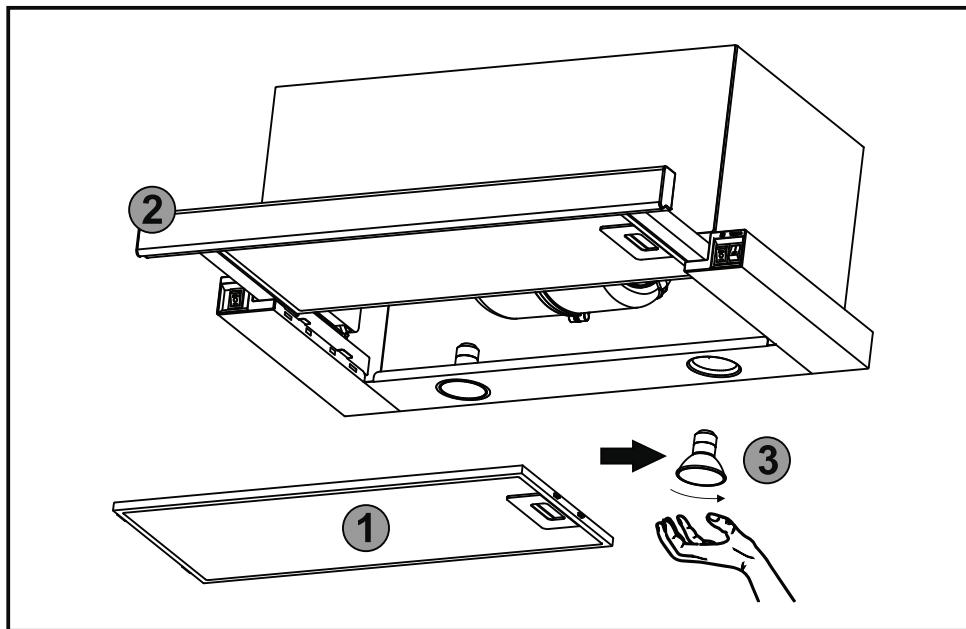

Рис.7
**8.9** На витяжці встановленні **HALOGEN / LED** лампи підсвітки робочої зони плити. Перед початком заміни ламп освітлення необхідно відключити витяжку від електромережі, дати можливість охолонути лампам. Для заміни лампи необхідно зняти алюмінієвий фільтр **1**, витягнути шухляду висувну **2**, віджати тримач патрона на себе, щоб лампа **3** вийшла з корпусу витяжки, утримуючи тримач патрона, злегка надавити на лампу в напрямку патрона і, повернувши її проти годинникової стрілки, вийняти з корпусу витяжки (**рис.7**).